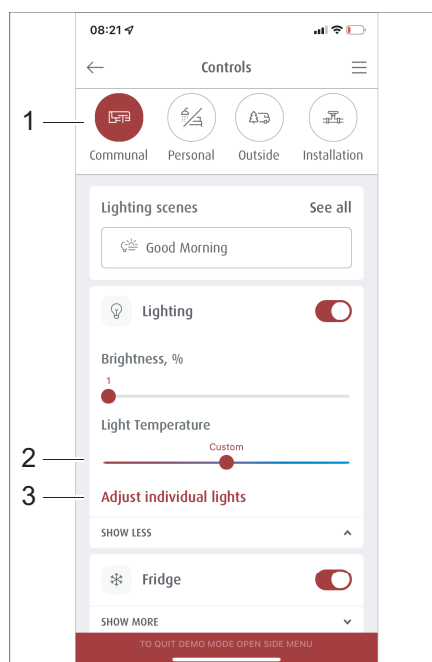
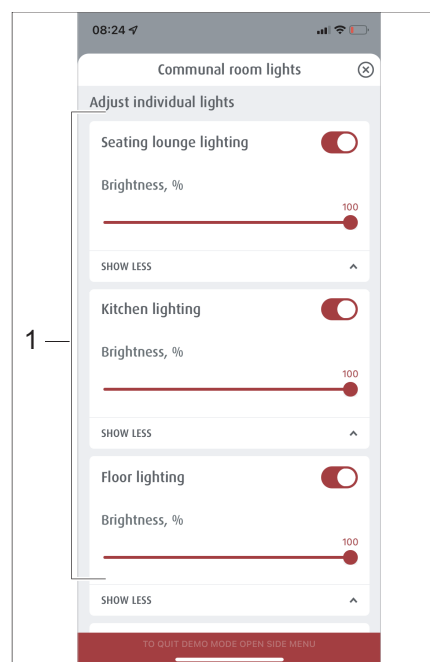

Fig. 304 Selección de escenarios preparados
Fig. 305 Gestión de escenarios
- Presionar en el menú *Manejo* la opción *Vivir y estar* (Fig. 304,1).
- Presionar en el menú *Vivir y estar* en *Ajustar luces de manera individual* (Fig. 304,3).
Se abre el menú *Ajustar luces de manera individual* (Fig. 305).
- En la selección de iluminación (Fig. 305,1) seleccionar la iluminación deseada y usar el control deslizante (Fig. 304,2) para ajustar la temperatura de la luz.